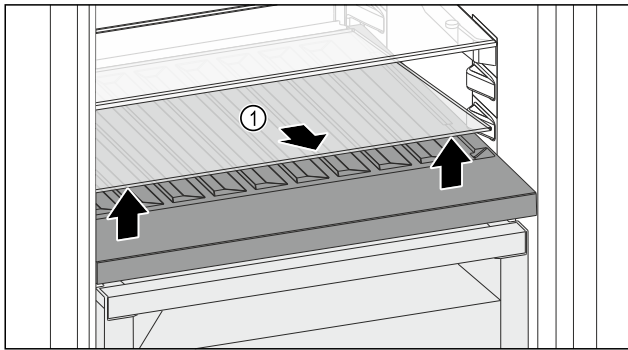

Fig. 161
- ▶ Paceliet stikla plaukta Fig. 161 (1) priekšpusi aiz padziļinājuma un izņemiet ārā.
- ▶ Droši uzglabājiet stikla plauktu Fig. 161 (1) ārpus ierīces.
- ▶ Ievietojiet stikla plauktu (2) zem maināmās pudeļu novietnes.